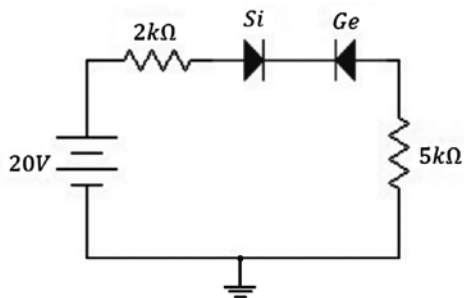

Figura 2.35 Ejercicio. Fuente: Elaboración propia
- j) En el circuito de la figura 2.35, señale la respuesta correcta: